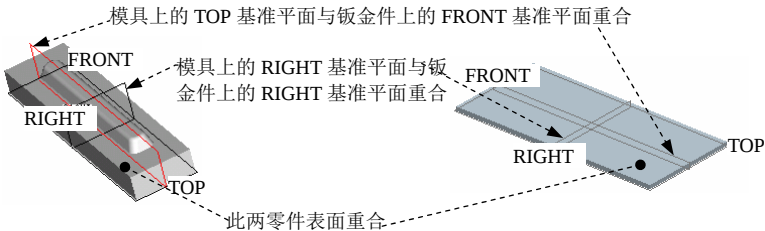
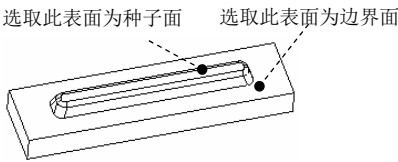

图 11.5.13 操作过程
图 11.5.14 定义边界面和种子面
(1) 定义重合约束。在图 11.5.12 所示的“元件放置”对话框中，选择约束类型“重合”，然后分别在模具模型中和钣金件中选取图 11.5.13 中的重合面。
(2) 定义重合约束。在“元件放置”对话框中单击“新建约束”字符，选择新增加的约束类型“重合”，分别选取图 11.5.13 中所示的重合面（模具上的 RIGHT 基准平面与钣金件上的 RIGHT 基准平面）。
(3) 定义重合约束。在“模板”对话框中单击  新建约束 字符，选择新增加的约束类型“重合”，分别选取图 11.5.13 中所示的对齐面（模具上的 TOP 基准平面与钣金件上的 FRONT 基准平面），此时“元件放置”对话框中显示 完全约束。
(4) 单击“元件放置”对话框中单击“完成”按钮 。
Step6. 定义边界面。在系统  从参考零件选择边界平面 的提示下，在模型中选取图 11.5.14 中所示的面为边界面。
Step7. 定义种子面。在系统  从参考零件选择种子曲面 的提示下，在模型中选取图 11.5.14 中所示的面为种子面。